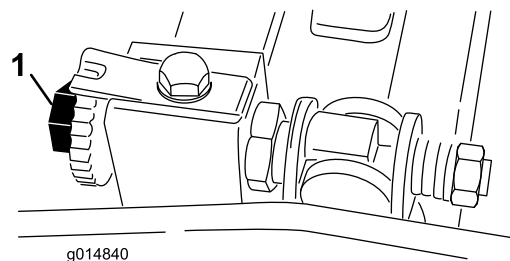

Рисунок 46
3. Поверните барабан таким образом, чтобы нож пересекал кромку неподвижного ножа между головками первого и второго винтов неподвижного ножа с правой стороны режущего блока (Рисунок 46).
6. Поворачивайте правый регулировочный винт планки неподвижного ножа до тех пор, пока не почувствуете легкое давление (т.е. тянущее усилие) на регулировочной прокладке при перемещении ее из стороны в сторону (Рисунок 46).